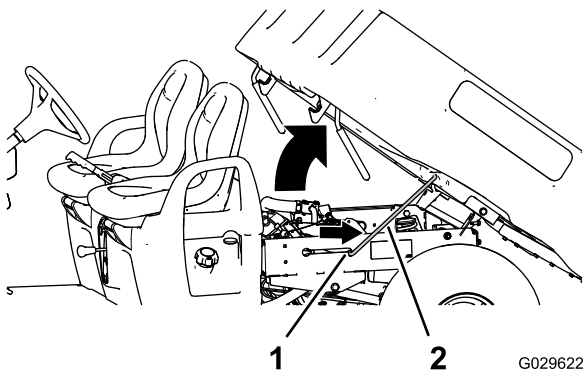

Bild 12
2. Ziehen Sie die Stützstange in die Auskerbung, um die Staubox zu befestigen (Bild 12).
2. Schieben Sie die Stützstange aus der Auskerbung heraus (Bild 12).